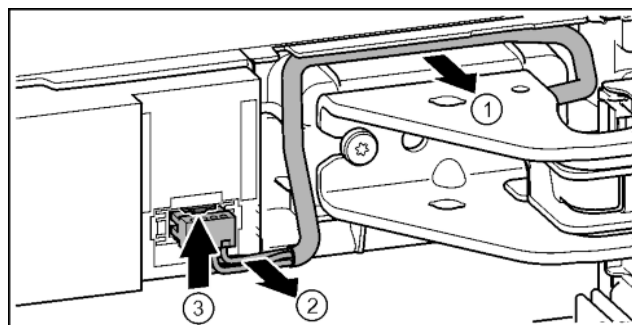

Fig. 18
- Sortir délicatement du guide le câble au-dessus du support de palier. Fig. 18 (1)
- Tirer les torons de câble en dehors du conduit. Fig. 18 (2)
- Pousser la languette vers le haut et sortir délicatement le connecteur. Fig. 18 (3)